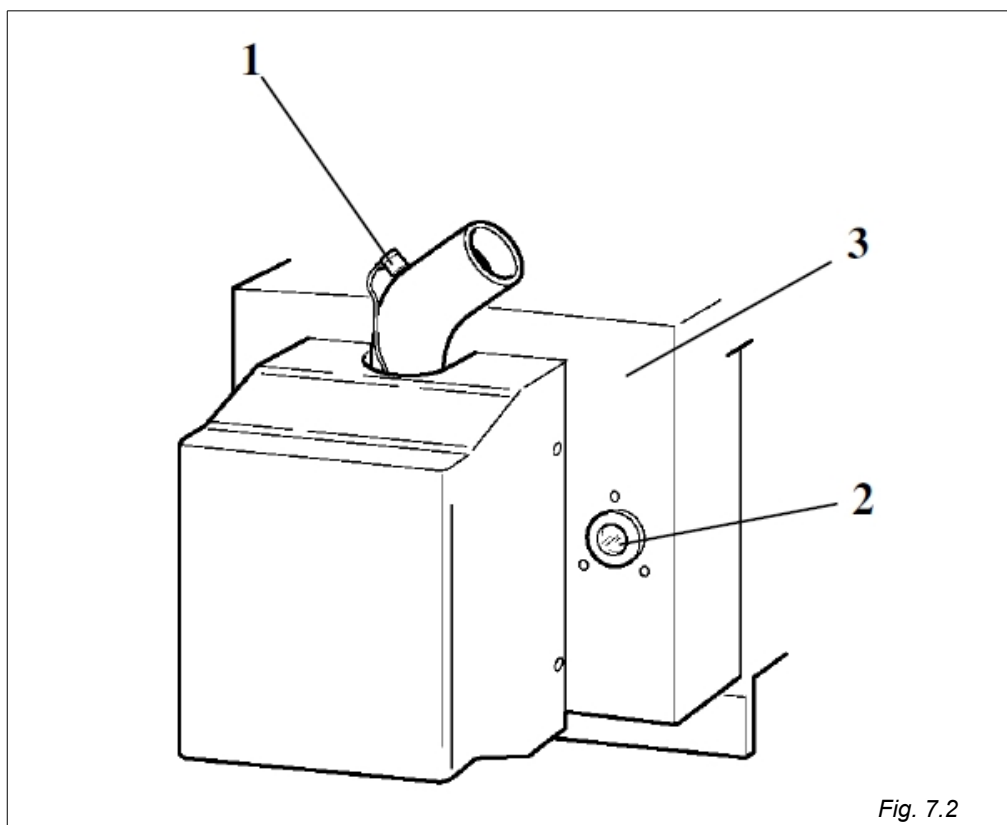

Fig. 7.2
D) Termostato de seguridad de contacto (pos.1 fig.7.2).
E) Visor de control de combustión (pos.2 fig.7.2).
Sirve para controlar la llama en la cámara de combustión así como la ceniza acumulada (pos.3 fig.7.2).
D) Thermostat de sécurité à contact (pos.1 fig.7.2).
E) Hublot de contrôle de la combustion (pos.2 fig.7.2)
Il sert à surveiller la flamme dans la chambre de combustion et les cendres accumulées à enlever au travers de la porte (pos.3 fig.7.2).